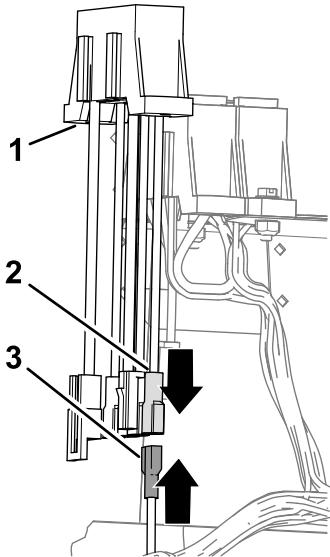

图 22
- 将完成套件线束的舌形接头连接至辅助保险丝盒的插槽接头 图 22。